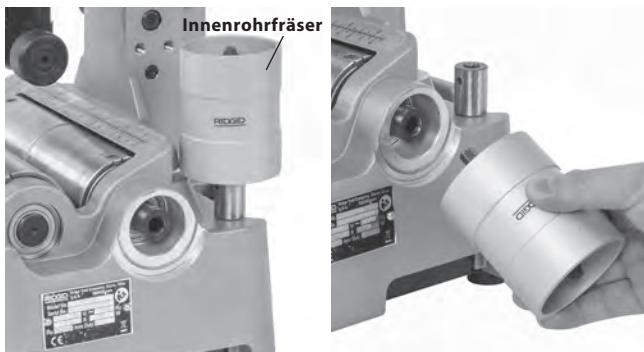

Abbildung 11 – Einbau des Innenrohrfräisers
2. Entfernen Sie den Innenrohrfräser von der Aufbewahrung und montieren Sie ihn in der Betriebsposition, wie in *Abbildung 11* gezeigt. Vergewissern Sie sich, dass der Innenrohrfräser fest montiert ist.